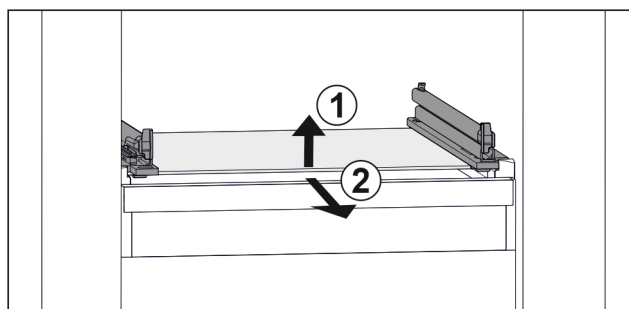

Fig. 63 Rappresentazione esemplificativa del ripiano in vetro
- ▶ Sollevare il ripiano in vetro dal davanti. Fig. 63 (1)
- ▶ Rimuovere il ripiano in vetro tirando in avanti. Fig. 63 (2)